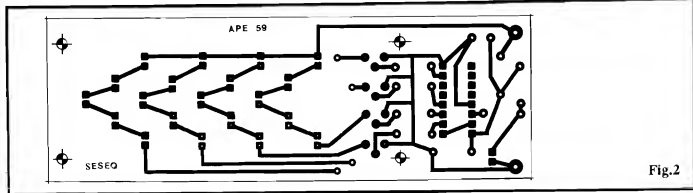

Fig. 2
**- FIG. 2 - LAY OUT DO CIRCUITO IMPRESSO ESPECÍFICO -** Como o próprio display do SESEQ foi *leiautado* sobre a placa de Circuito Impresso que acondiciona os demais componentes, esta resultou numa forma retangular alongada, pelos motivos estéticos e práticos que se verificarão a seguir... De qualquer modo, o conjunto de ilhas e pistas (marcados em negro, na figura, que está em escala 1:1 - tamanho natural...) não é complicado, podendo ser facilmente copiado pelo Leitor/Hobbysta e realizado por quaisquer dos convencionais métodos de traçagem... Enfatizamos a necessidade de se respeitar rigorosamente tamanhos, posições e ar-